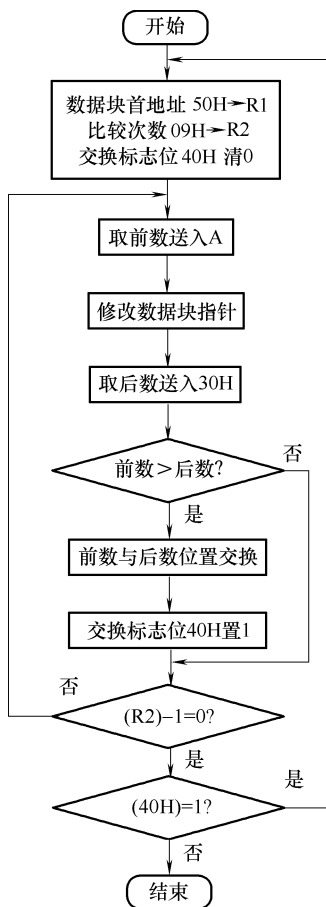

图 4-7 冒泡排序程序流程图
**解：**数据排序的方法有很多，本例采用常用的冒泡排序法，又称为两两比较法，程序流程图如图 4-7 所示。